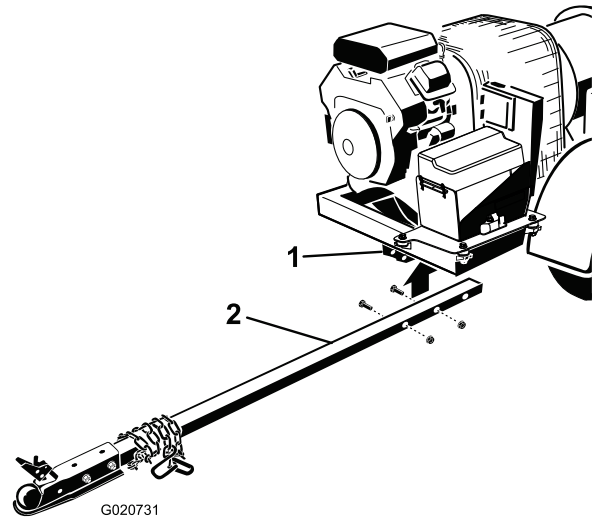

Figure 5
2. Insérez le tube d'attelage dans les supports du cadre (Figure 5). Fixez le tube au cadre avec 2 boulons (3/8 x 3 po) et écrous à embase (3/8 po).